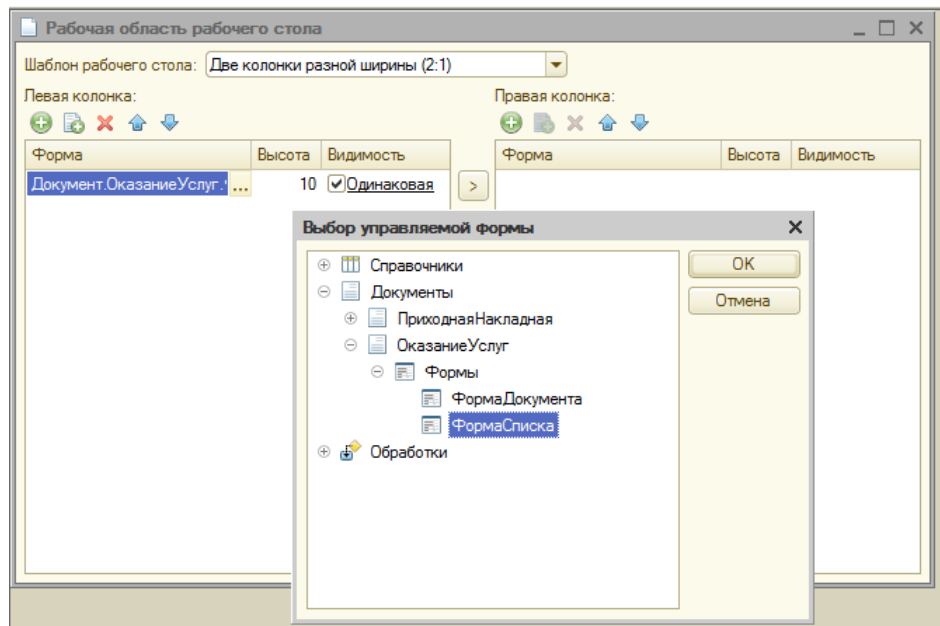

Рисунок 123 Добавление формы списка
44. Для левой колонки нажмите кнопку «Добавить» и выберите форму списка для документа ОказаниеУслуг (рис. 123).